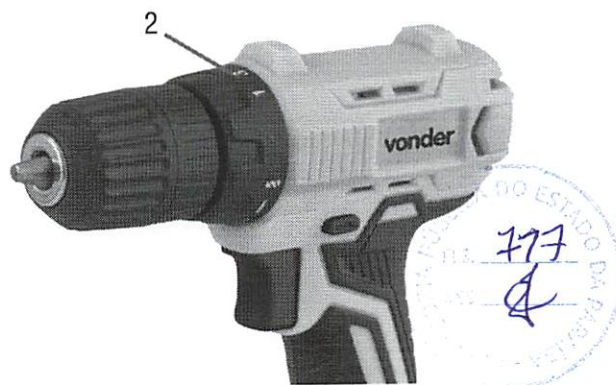

Fig. 6 – Ajuste de torque
A PARAFUSADEIRA/FURADEIRA 3/8" 18 V IPFV 1851/IPFV 1852 VONDER possui 19 posições de ajuste de torque (Fig. 6), que devem ser reguladas de acordo com cada função que o usuário irá realizar. Destas posições, a posição 1 é a com menor torque e, conseqüentemente, a 19 é a posição que possui o maior torque. Para selecionar estes torques, basta girar o seletor de torque (2) até a posição desejada.
Para operações em que serão realizados furos, deve ser selecionada a função furar na máquina. Para isso, basta girar o seletor de torque (item 2, Fig. 6) para a função furar, representada pelo símbolo  da parafusadeira/furadeira.